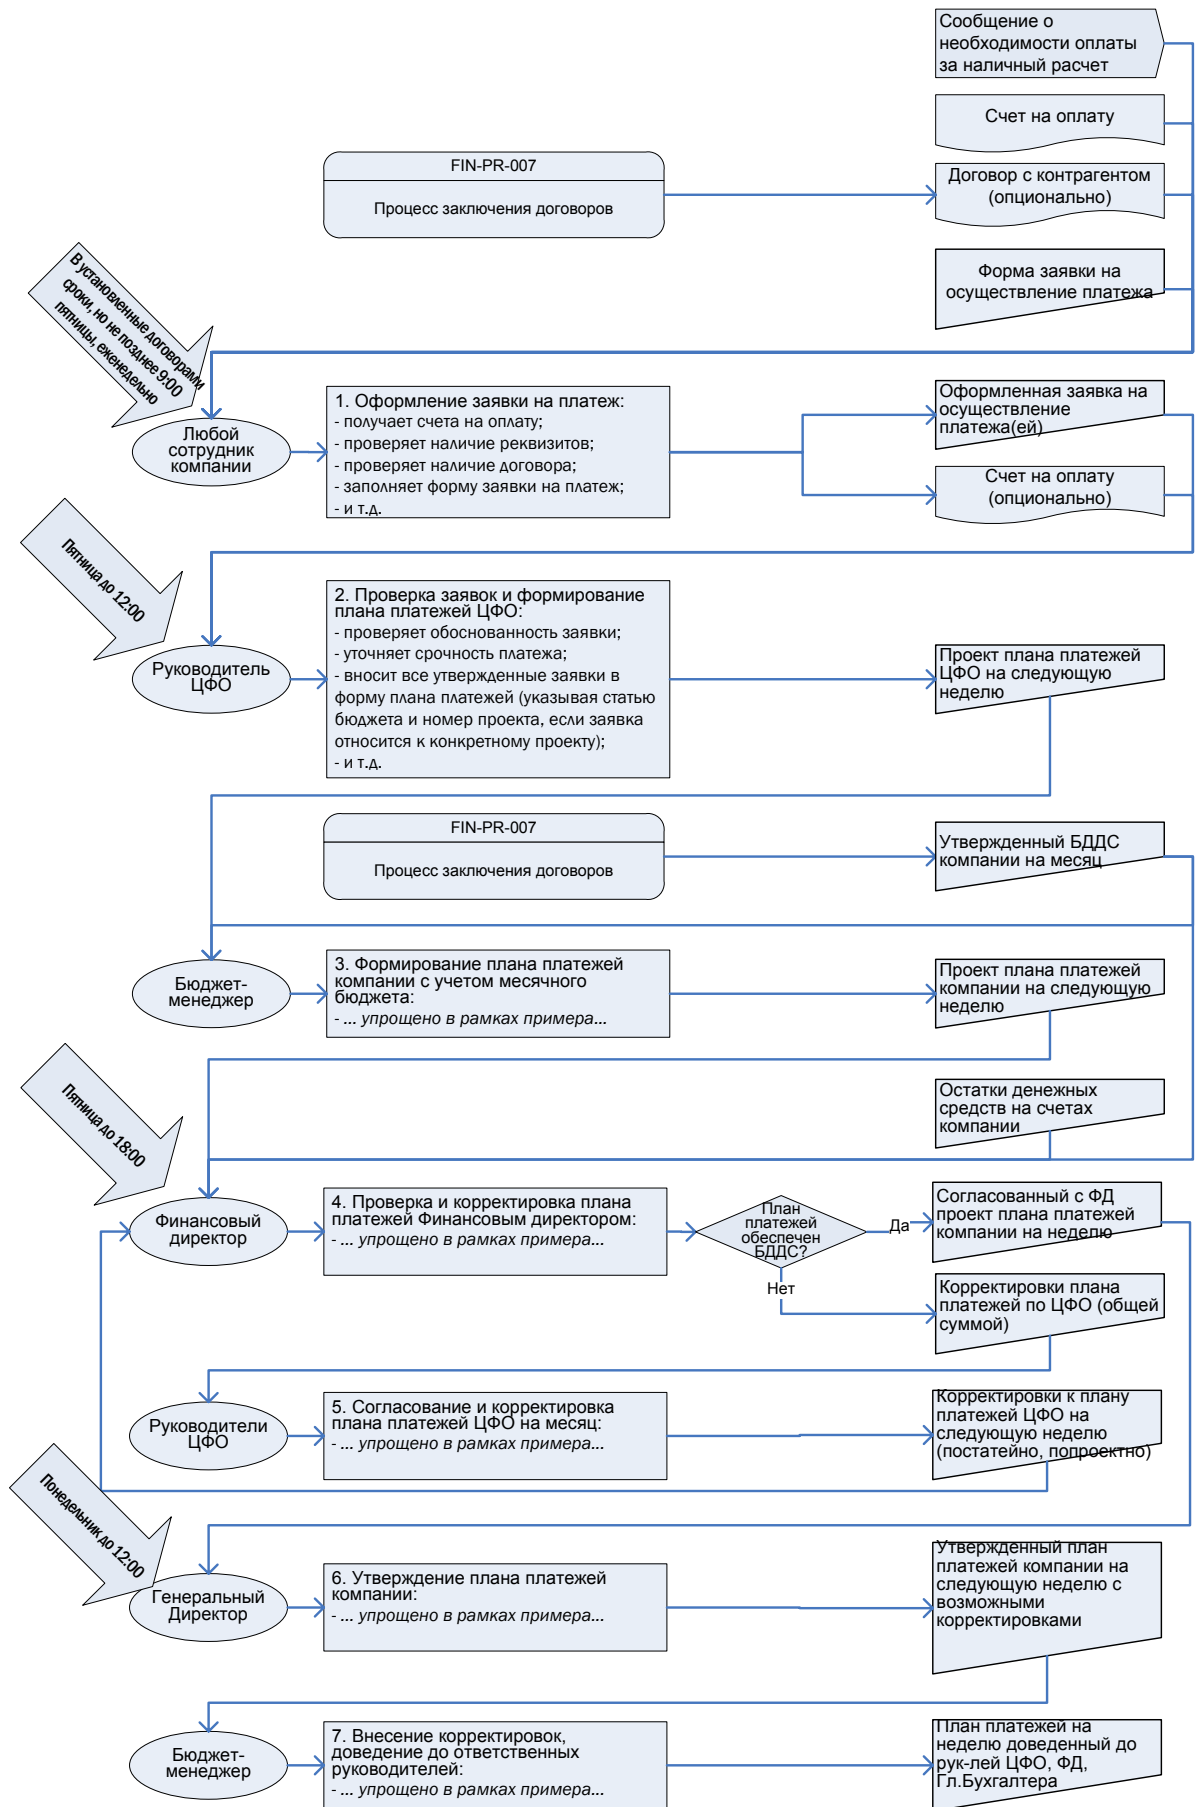

Рисунок 4. Пример схемы для целей регламентации
- ... и т.д., перечисляются все процедуры согласно схемы на рис.4;